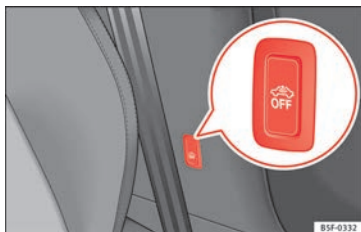

Fig. 52 Tecla de vigilancia del habitáculo.
- Para desconectar la vigilancia del habitáculo, apague el contacto y pulse la tecla **» fig. 52**. El testigo de la tecla se ilumina.